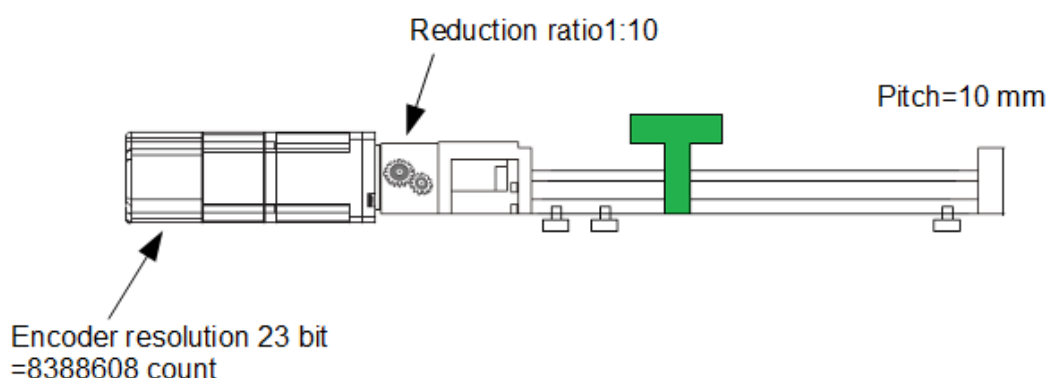

図 6.11.1.1
- 図 6.11.1.1 の負荷を1秒あたり 15 mm 移動させるために必要な入力パルス数はどれくらいになりますか？